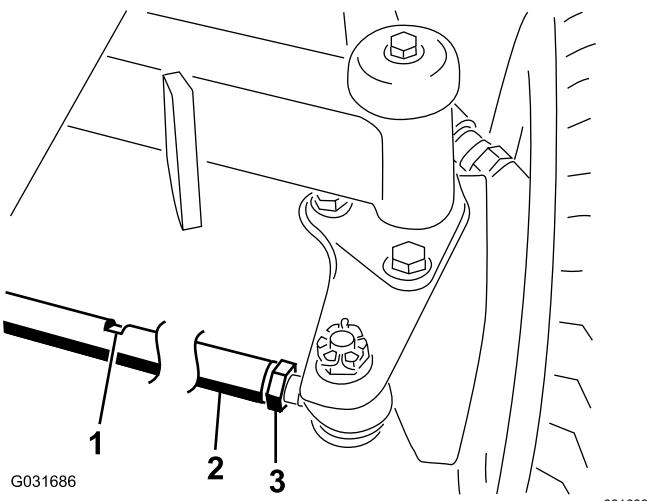

Рисунок 92
- Ослабьте зажимную гайку с каждой стороны соединительной тяги (Рисунок 92).